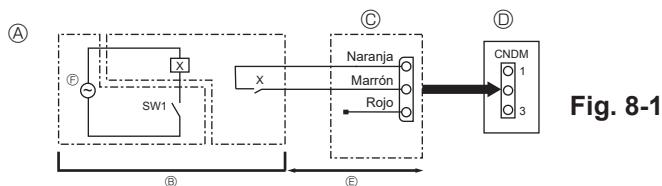

Fig. 8-1
8.1. Modo de reducción del ruido (modificación in situ) (Fig. 8-1)
(Fig. 8-1)